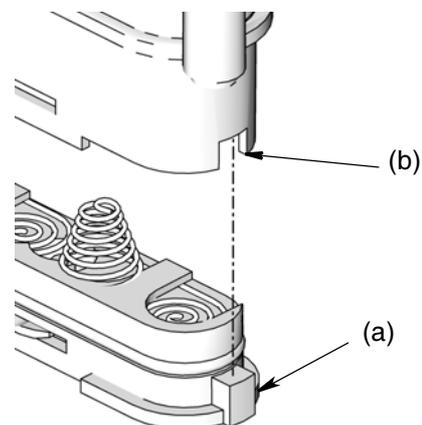

FIG. 38
- Remettre le couvercle. Le couvercle est conçu de sorte qu'il ne peut être placé sur le compartiment à piles que d'une seule manière. L'encoche (a) sur le couvercle s'insère dans la fente (b) située sur le compartiment. (FIG. 38).